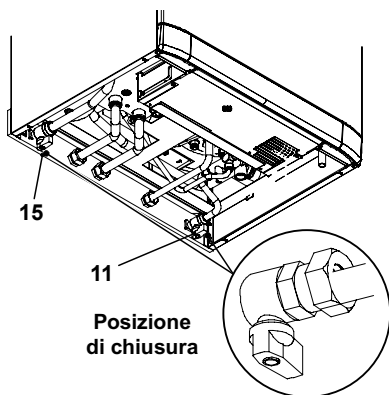

Figura 9.3
- Chiudere il rubinetto entrata 11 in Figura 9.3.